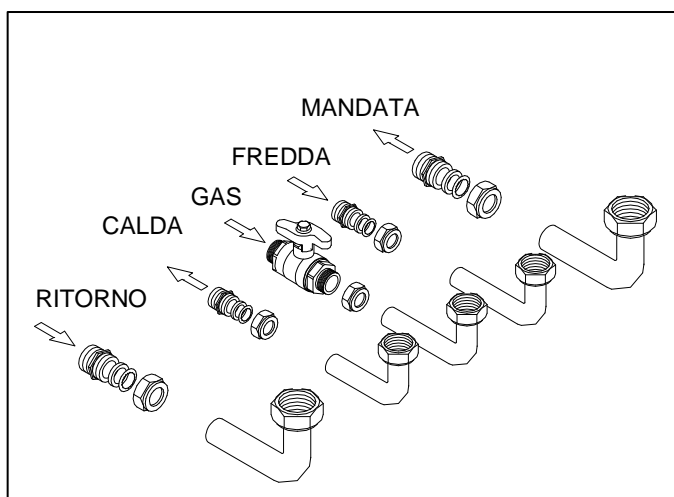

Fig. 2
Per l'installazione, operare come segue (vedi fig. 2):
- Per agevolare il montaggio, la caldaia è dotata di un Kit di raccordi idrici (fig.2).
- il condotto di scarico deve essere perpendicolare con la parete interna opposta del camino o della canna fumaria (fig. 2);